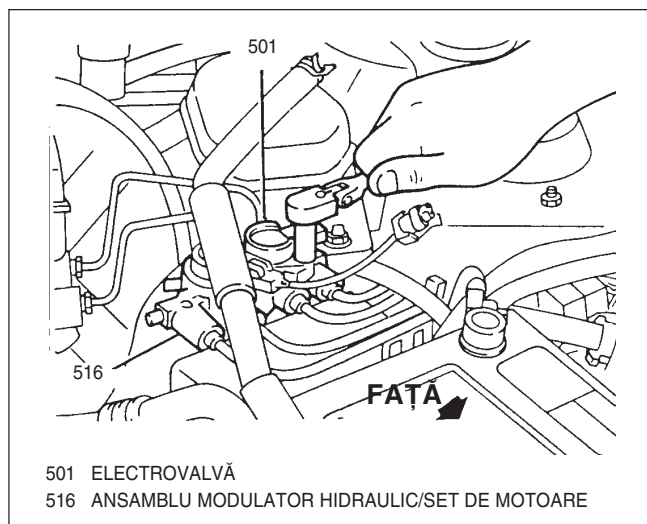

Fig. 18. Demontarea electrovalvei ABS
- Cele două șuruburi cu cap Torx® și electrovalva de la modulatorul hidraulic (Fig. 18).